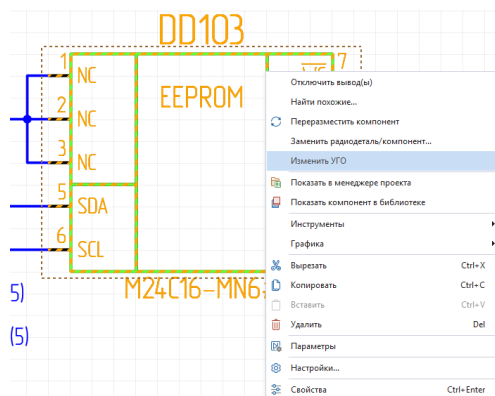

Рис. 33 Вызов функции редактирования УГО на схеме
1. Выбрать на схеме УГО компонента, вызвать контекстное меню и выбрать пункт «Изменить УГО», см. Рис. 33.